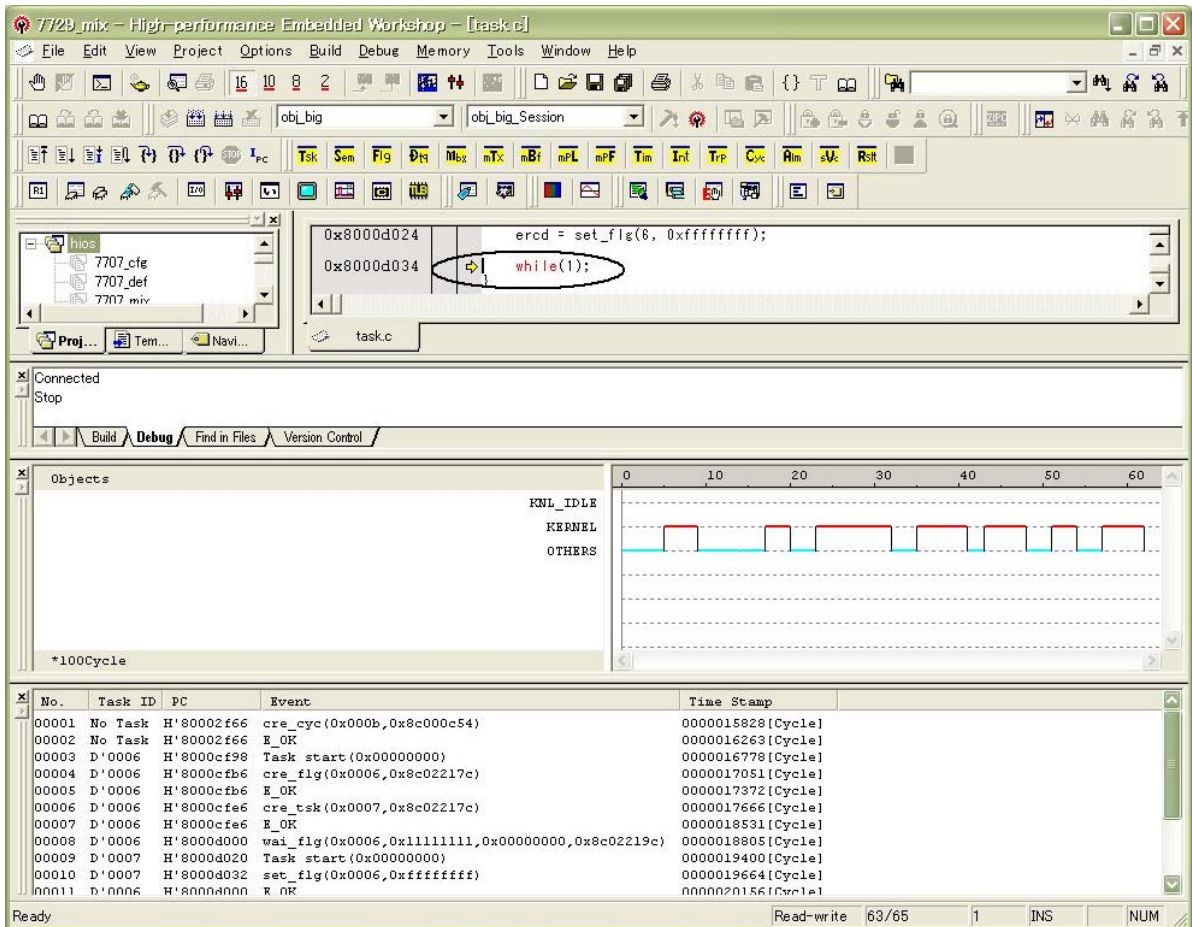

図2.10 プログラム停止時のソースウィンドウ
- (10) 図 2.10のように、Task7 中の while(1);文で停止します。